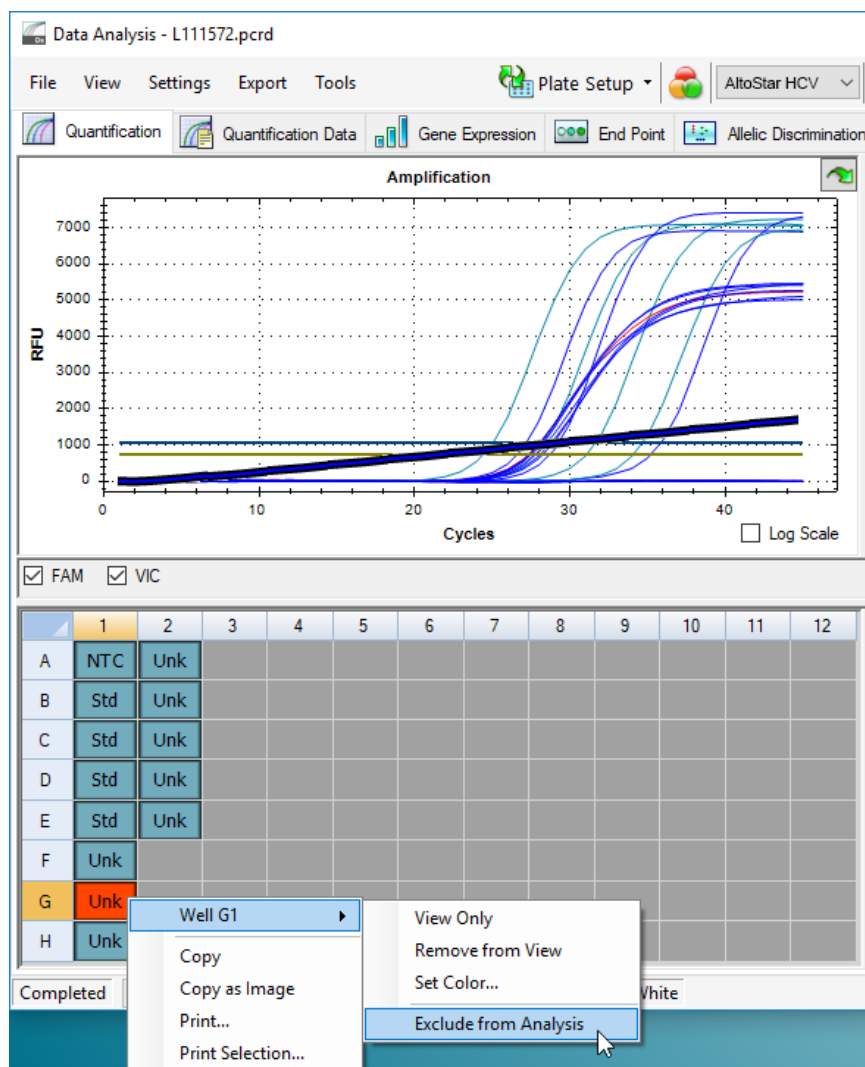

Figura 7: Ventana Data Analysis (análisis de datos): exclusión de un pocillo del análisis
- Haga clic en cada pocillo afectado con el botón derecho del ratón y seleccione **Well... → Exclude from Analysis** (pocillo... → excluir del análisis) (consulte la figura 7).